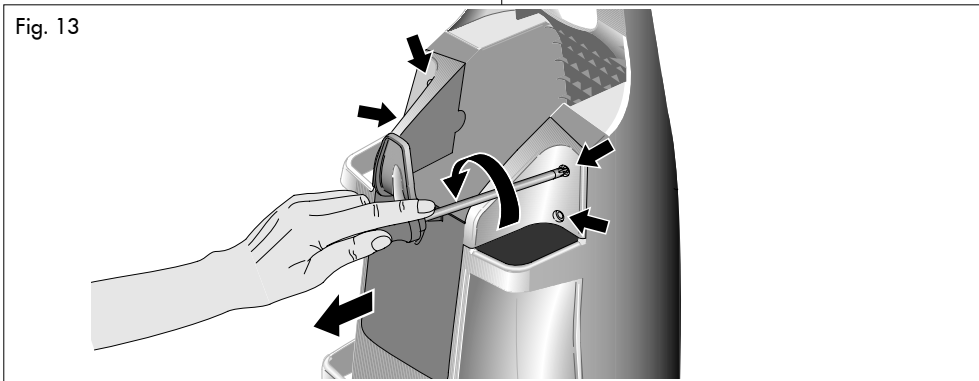

Fig. 13
- Unscrew the four screws holding the rear cover panel (Fig. 13).
- Destornille los cuatro tornillos que fijan el panel de cobertura posterior (Fig. 13).